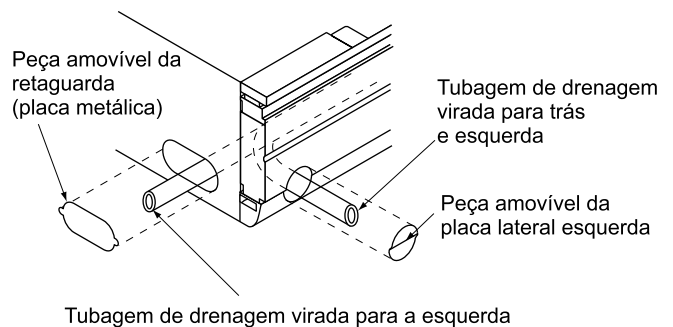

Fig. 20
(1) Realize a tubagem de drenagem
- É possível escolher a direcção da saída do tubo de drenagem entre traseira direita, direita, traseira esquerda e esquerda. Para obter informações sobre a direcção direita traseira e direita, consulte "TUBULAÇÃO DE REFRIGERANTE", e para a direcção esquerda traseira e esquerda, consulte a fig. 20.